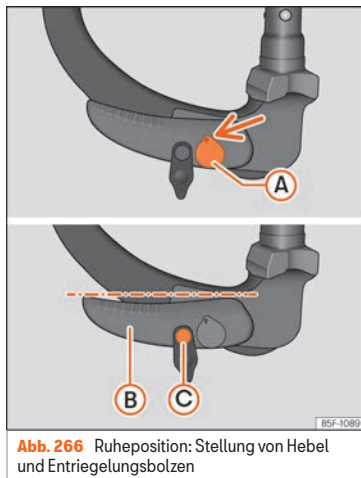

Abb. 266 Ruheposition: Stellung von Hebel und Entriegelungsbolzen
- Der Schlüssel ① »» **Abb. 266** befindet sich in entriegelter Position (der gelochte Teil des Schlüssels zeigt nach oben).
- Der Hebel ② »» **Abb. 266** befindet sich in der unteren Position.
- Der Entriegelungsbolzen ③ kann bewegt werden »» **Abb. 266**.